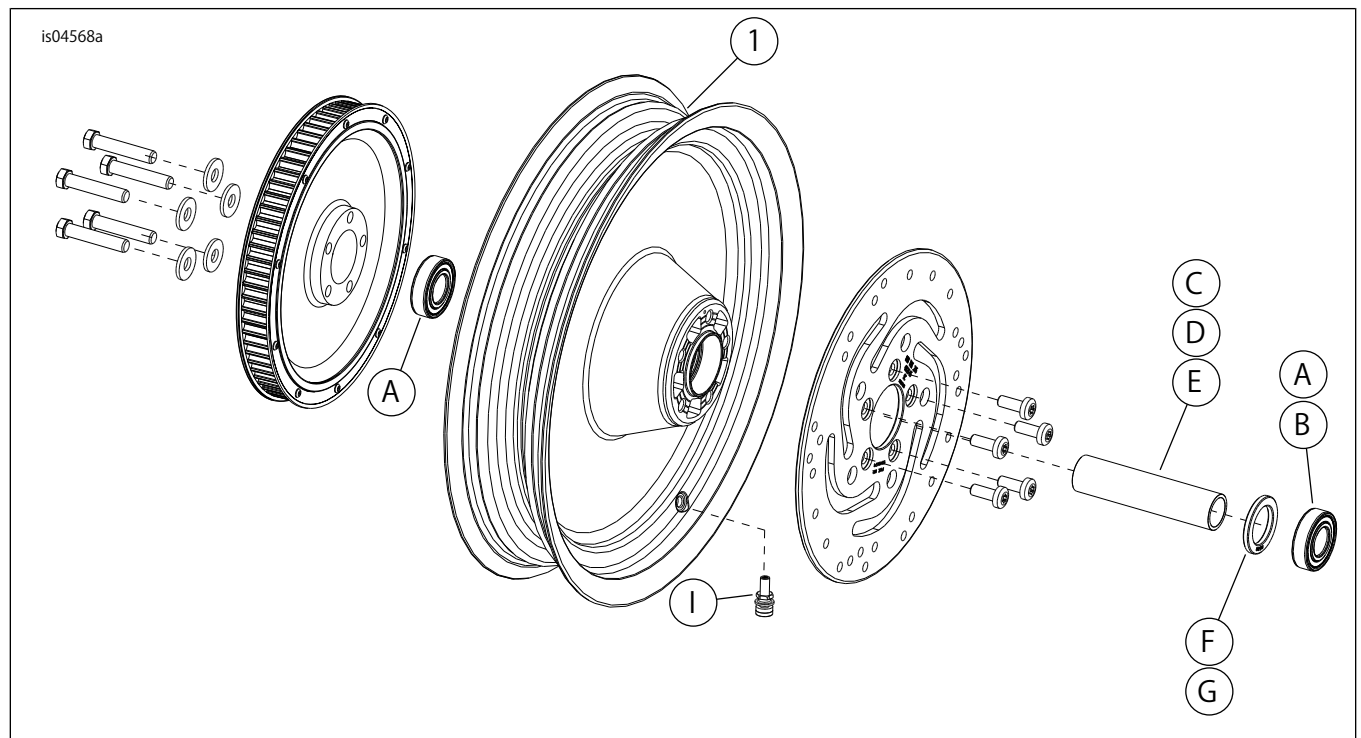

図1. 交換用パーツ: リアディスクホイール (図は16インチ)
「図1」および「表2」を参照してください。
2. 図1を参照してください。ホイールにバルブシステムアッセンブリー (I) を取り付けます。サービスマニュアルの「タイヤ」を参照してください。